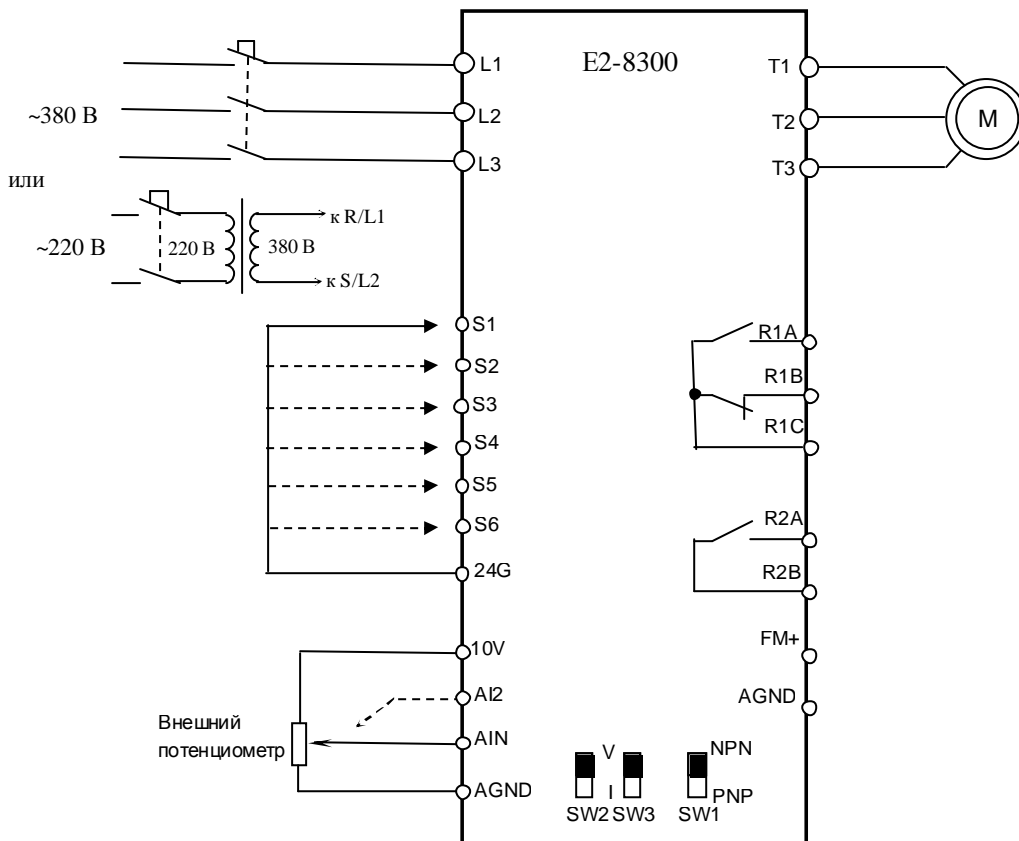

Рис. 4.16. Диагностика цепей управления E2-8300-007...-015H (версия 2.9 и выше)
- 4.15.4. Подключить потенциометр к входным клеммам управления (рис. 4.16). Подключить один из концов проволочной переключки к клемме 24G.